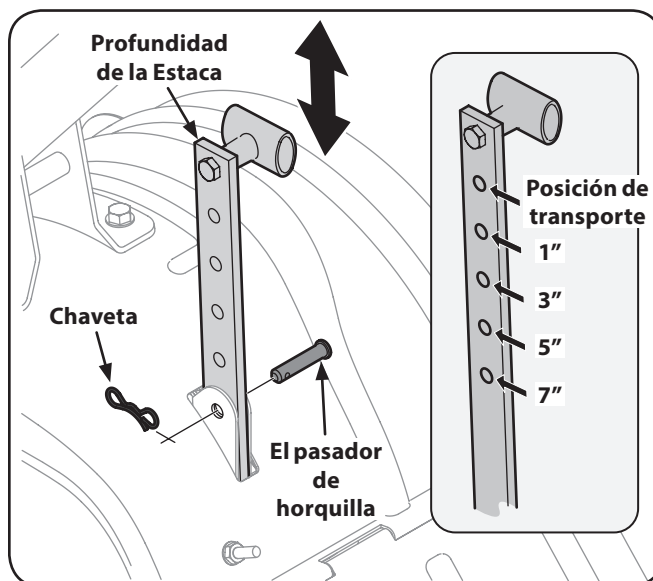

Figura 5-1
1. Cuando se utiliza la caña del timón, por primera vez, utilice el orificio de ajuste segundo de la parte superior (1 "de profundidad de labranza). Véa la Figura 5-1.
- Para ajustar la profundidad de juego, quitar el pasador de horquilla y la horquilla. Mueva la estaca de profundidad en la posición deseada y asegure con el pasador de horquilla y la horquilla. Véa la Figura 5-1.